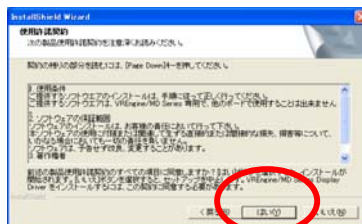

図 4.1-3 使用許諾契約ダイアログ
- (5) 図 4.1-3のダイアログが表示されます。**{使用許諾契約}**の内容を確認の上、ご契約に同意される場合には、**{はい(Y)}**をクリックします。